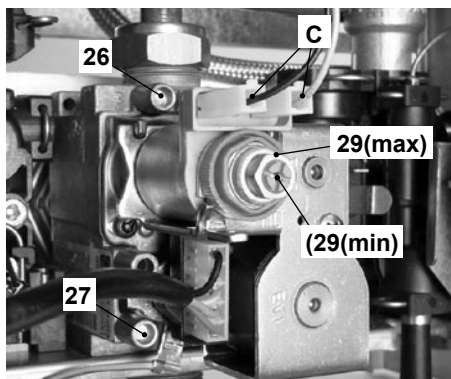

Figura 7.5
- Aprire la presa di pressione 26 in Figura 7.5 e collegare un manometro.
- A caldaia spenta (fuori servizio), controllare la pressione di alimentazione utilizzando la presa 27 in Figura 7.5 e confrontare il valore letto con quelli riportati nella tabella Pressioni di alimentazione gas nella sezione "Dati tecnici" pag. 18.
- Richiudere bene la presa di pressione 27 in Figura 7.5.
Per tarare la pressione al bruciatore agire sul dado esagonale grande in ottone dell'operatore modulante 29 (max) in Figura 7.5 (ruotando in senso orario la pressione aumenta).
- Sconnettere uno dei due fili di alimentazione "C" dell'operatore modulante 29. Fare attenzione che non vada a toccare le parti metalliche della caldaia Figura 7.5
Per tarare la pressione al bruciatore agire sulla vite in plastica (29 (min) in Figura 7.5) tenendo fermo il dado esagonale in ottone grande (29 max in Figura 7.5) dell'operatore modulante (ruotando in senso orario la pressione aumenta).
- Collegare il filo di alimentazione "C" dell'operatore modulante Figura 7.5
- Chiudere la presa di pressione 26 in Figura 7.5